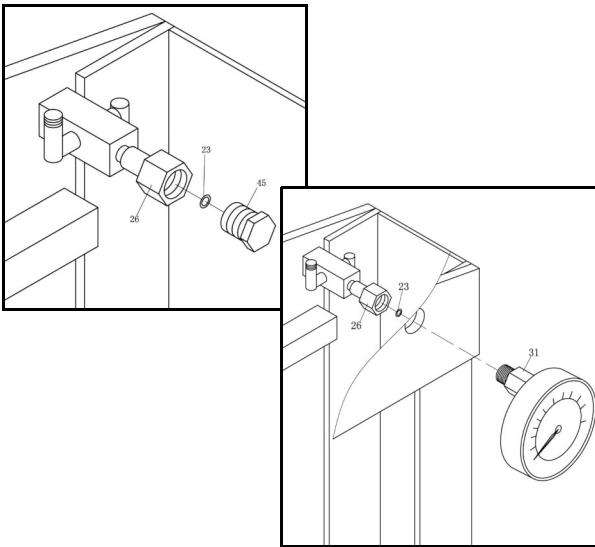

Abb. 7: Manometer montieren
Schritt 2: Manometer und Dichtring am Verteiler fest anschrauben. Die Verbindung muss dicht sein, damit kein Öl auslaufen kann (siehe Abb. 7).